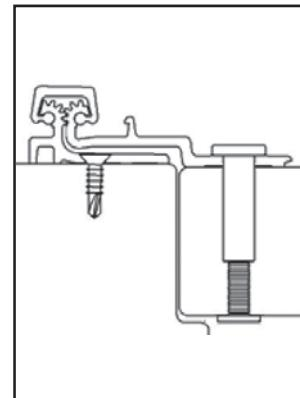

Fig. 5
- Les portes en métal creux doivent avoir un support intérieur suffisant pour que le revêtement de la porte ne dévie pas ou ne s'effondre pas après le serrage du boulon traversant. Voir la figure 5.
- Les écrous des boulons traversants doivent être installés sur le côté sécurisé de la porte. Utilisez l'outil de perforation fourni pour marquer le centre des trous de montage du boulon traversant. Pour s'assurer que le trou du boulon traversant est au centre du trou dans la feuille de charnière, pré-percez avec un foret de $1/4"$ (6,5 mm) à travers la porte et perpendiculairement à la surface de la porte. Élargissez le trou à un diamètre de $3/8"$ (9,5 mm) du côté de la porte où l'écrou cylindrique est installé. Reportez-vous à la figure 5.